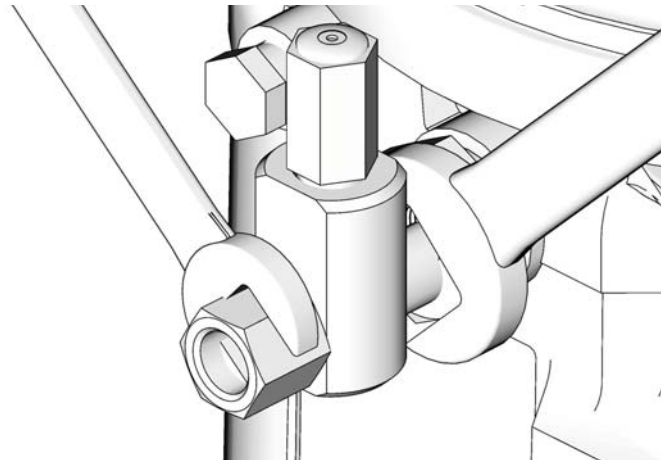

图 11
1. 松开泵元件配件（图 11）。
3. 使用两个扳手逆向操作来紧固泵元件（图 11）。